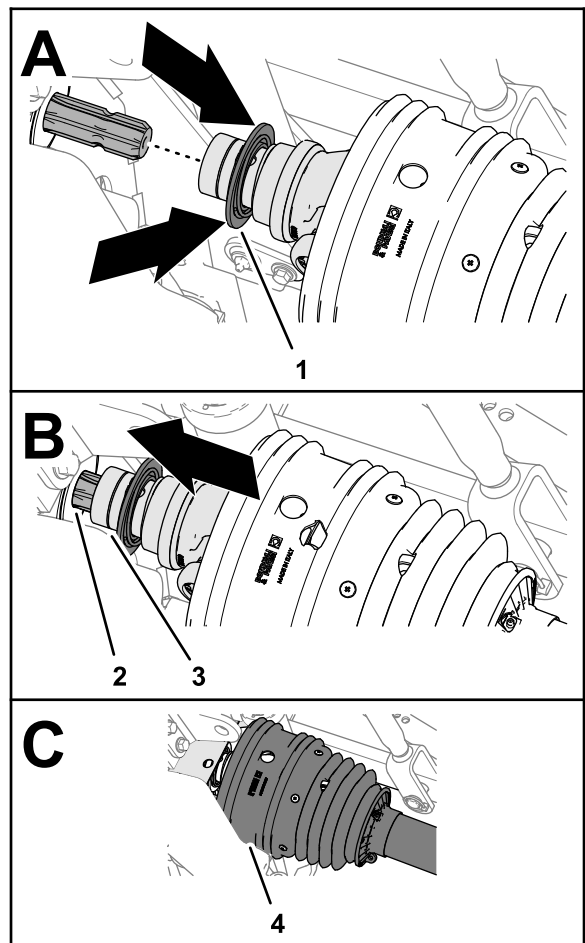

Figura 31
2. Tirate indietro il collare di bloccaggio del giunto ad innesto rapido (Figura 31).
3. Tirando indietro il collare di bloccaggio, tirate in avanti la forcella dell'albero di trasmissione della PDF e infilate la presa del giunto sulle scanalature dell'albero di uscita della PDF (Figura 31).
5. Assicuratevi che il carter sia posizionato sulla forcella dell'albero di trasmissione (Figura 31).